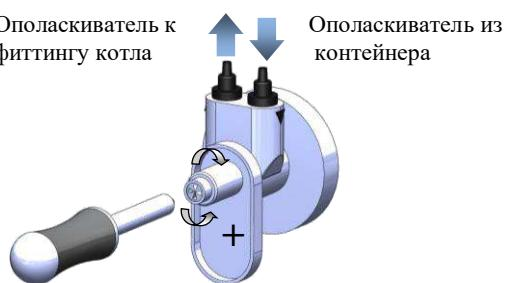

Рис. 14.
► Регулировка дозатора ополаскивателя (Рис.14).